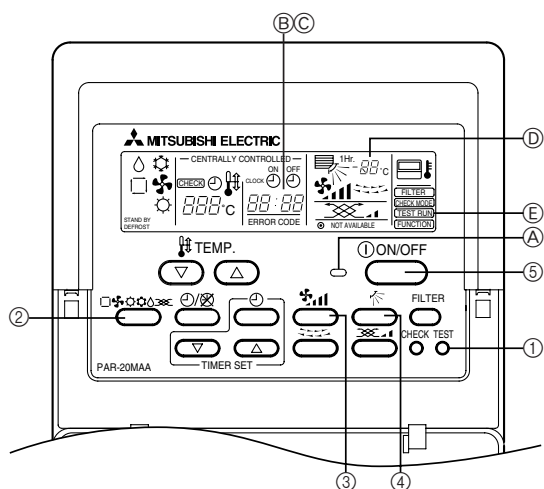

Fig. 6-1
6. Prueba de funcionamiento (Fig. 6-1)
6. Prova di funzionamento (Fig. 6-1) 49